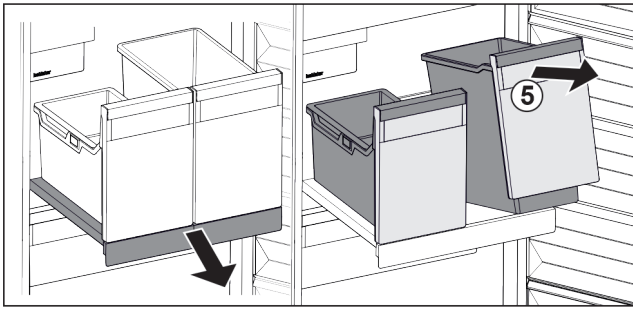

Fig. 33
- ▶ Bak Fig. 33 (5) aan voorzijde optillen.